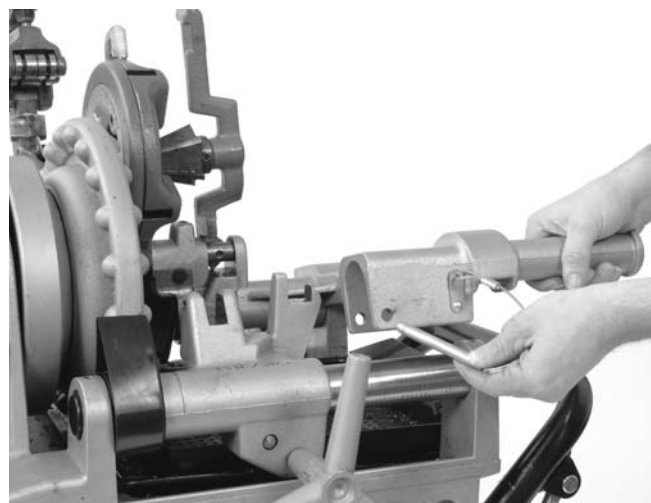

Figura 5 – Instalación del brazo adaptador
3. Ponga un mango adaptador sobre el extremo de cada riel de la Roscadora Compact No.300 (como se muestra en la Figura 5) y fíjelos con el pasador incorporado.